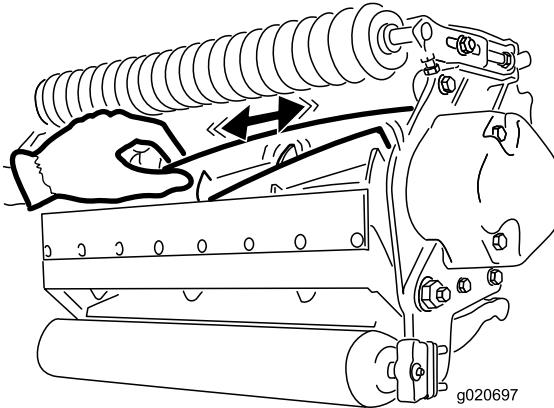

Figura 32
2. Usando un trapo o un guante grueso, sujeté la cuchilla del molinete e intente mover el conjunto del molinete de un lado a otro (Figura 32).